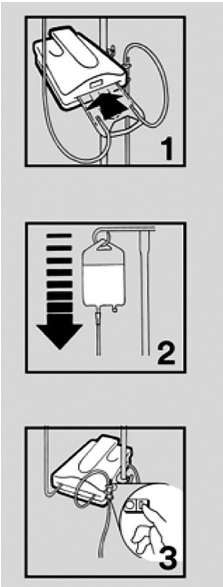

Figura 4
- 2. Deslice la caja de irrigación en la ranura de la unidad de calentamiento. La caja solo cabe de una manera en el equipo (vea la figura 4, #1).
- 3. Rellene el set de calentamiento. Para obtener más información sobre el rellenado del equipo, consulte las instrucciones proporcionadas con los sets de calentamiento (vea la figura 4, #2).
- 4. Enchufe el cable de alimentación en un enchufe apropiado. Encienda la unidad (vea la figura 4, #3). En unos pocos segundos se iluminará la pantalla alfanumérica. Tarda menos de 2 minutos en calentarse hasta el valor de consigna de temperatura a 41 °C.